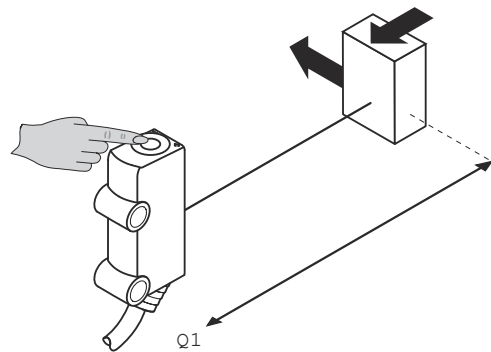

Figura 6: Regolazione distanza di lavoro
- 1 Portare l'oggetto alla distanza desiderata nella traiettoria del raggio del dispositivo (rispettare la distanza di lavoro min. e max., v. figura 6, pagina 80).